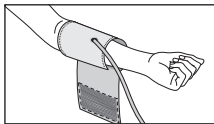

Fig.7
1. Plasați manșonul pe brațul stâng, în așa fel, ca tubul de aer să fie îndreptat în direcția palmei (fig.7). Dacă măsurarea pe brațul stâng este imposibilă, atunci măsurați pe brațul drept. În acest caz este important de menționat că valorile pot crescute sau scăzute cu 5-10mmHg.